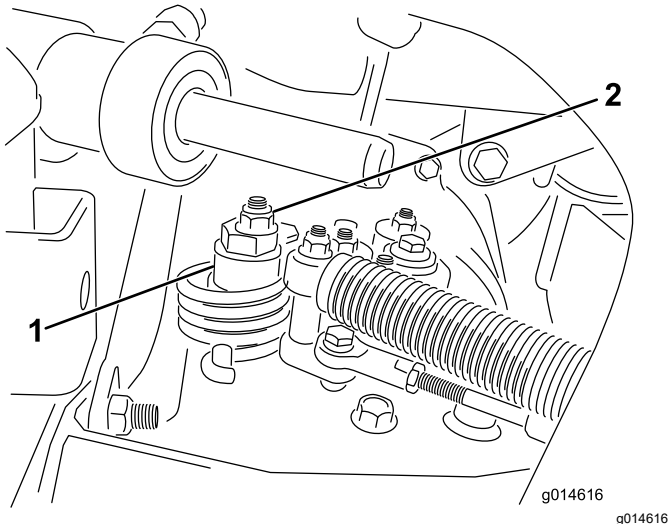

Figura 38
- A. Afloje la tuerca que sujeta el excéntrico a la parte superior del hidrostato (Figura 38).
- C. Gire el excéntrico hasta que no haya movimiento en ningún sentido. Cuando la rueda deje de girar, apriete la tuerca para bloquear el excéntrico y el ajuste (Figura 38). Compruebe el ajuste con el acelerador en las posiciones LENTO y RÁPIDO.